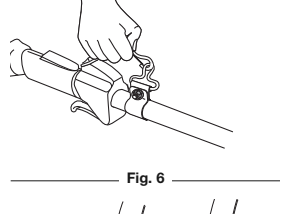

Fig. 6
3. Passez la bandoulière par-dessus la tête et mettez-la sur l'épaule gauche. Accrochez-la à la ferrure de maintien (Fig. 6).